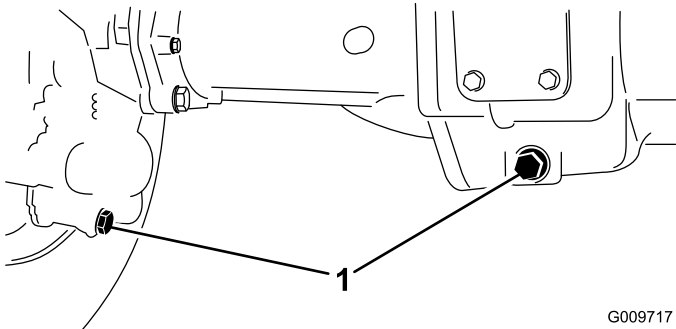

図 66
2. ドレンプラグ 図 66 左右端に個と中央に個、全部で3個あるの周辺をきれいに拭く。